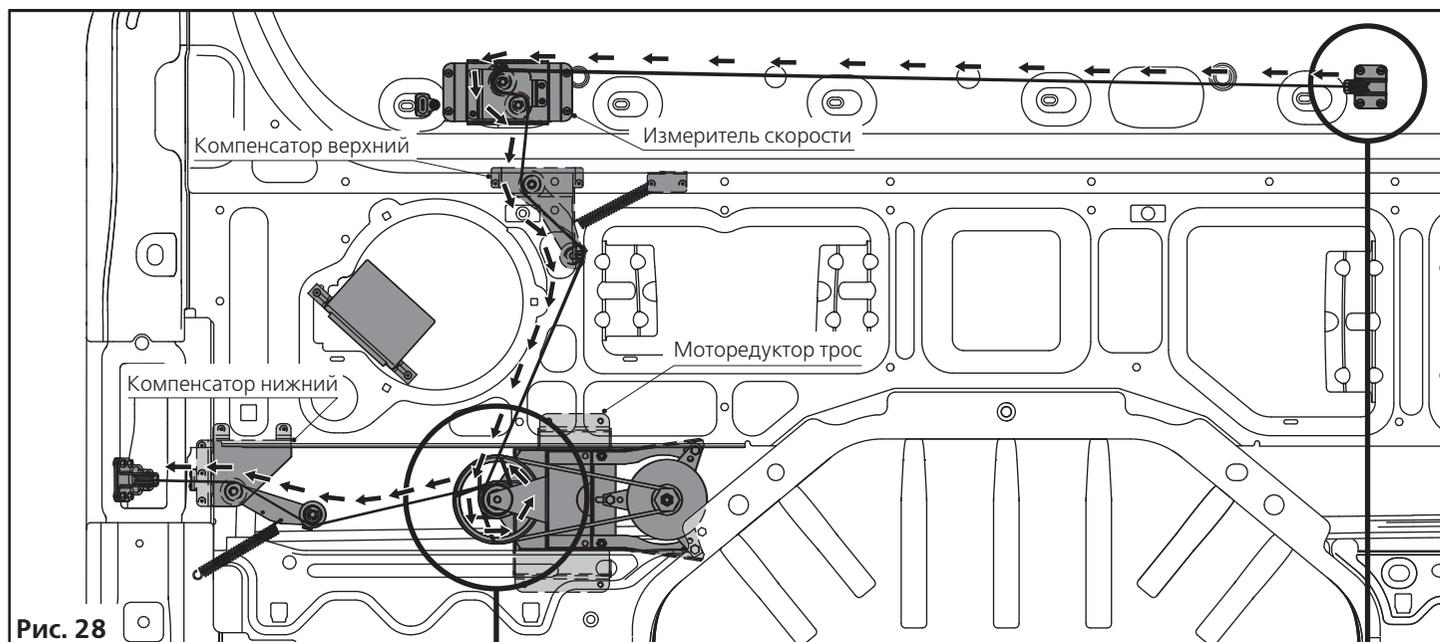

Рис. 28
3. Через ролик возвратный пропустите трос на измеритель скорости (Рис. 28).
4. С измерителя скорости пропустите трос на компенсатор верхний и на фрикционный барабан моторедуктора (Рис. 28).
6. С фрикционного барабана протяните трос через компенсатор нижний на передний ролик (Рис. 28).